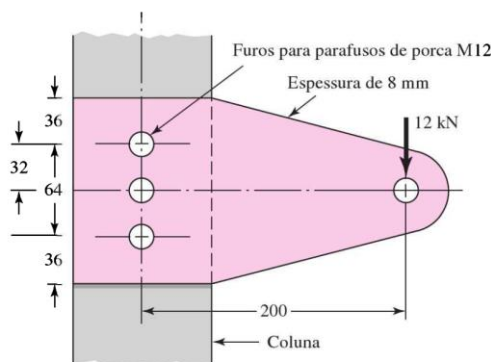

Figura 1.4
**1.3.1** Considere a placa de aço da Figura 1.4. A placa encontra-se encastrada no pilar por meio de 3 parafusos M12x1.75 e está sujeita a uma carga exterior de 12 kN, determine.